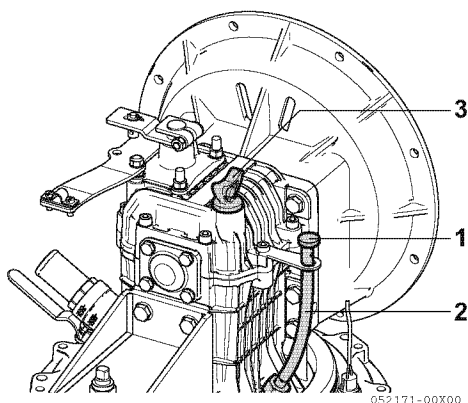
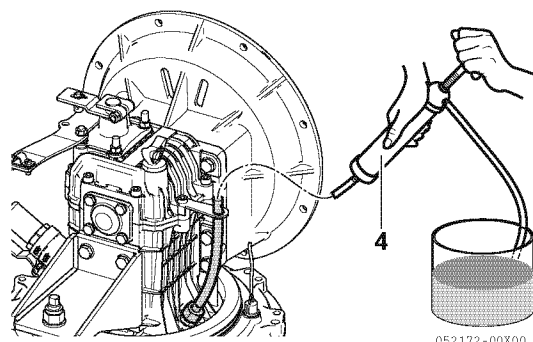

Figura 9
Figura 10
1. Il cambio dell'olio va effettuato rimuovendo il tappo (1, **Figura 9**) dal tubo di aspirazione dell'olio (2, **Figura 9**).
L'aspirazione può essere eseguita usando una pompa manuale (4, **Figura 10**).
2. Spingere il tubo della pompa manuale (4, **Figura 10**) attraverso il tubo di aspirazione (2, **Figura 9**) e aspirare il liquido.
4. Svitare l'astina dell'olio (3, **Figura 9**).
6. Avvitare l'astina dell'olio (3, **Figura 9**).